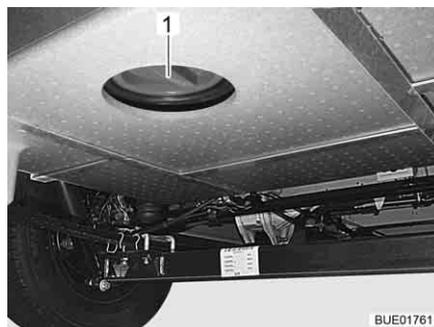

Fig. 265 Ouverture de nettoyage du réservoir d'eaux usées
- Ouvrir l'ouverture de nettoyage (Fig. 265, 1) du réservoir d'eaux usées et le robinet de vidange.